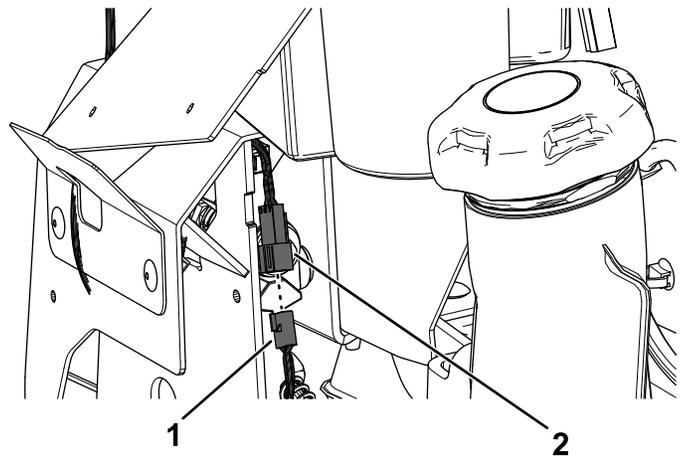

Bild 18
2. Verbinden Sie den Kabelbaumstecker des Kits mit dem Stecker des neuen linken Fahrtriebshebel (Bild 18).